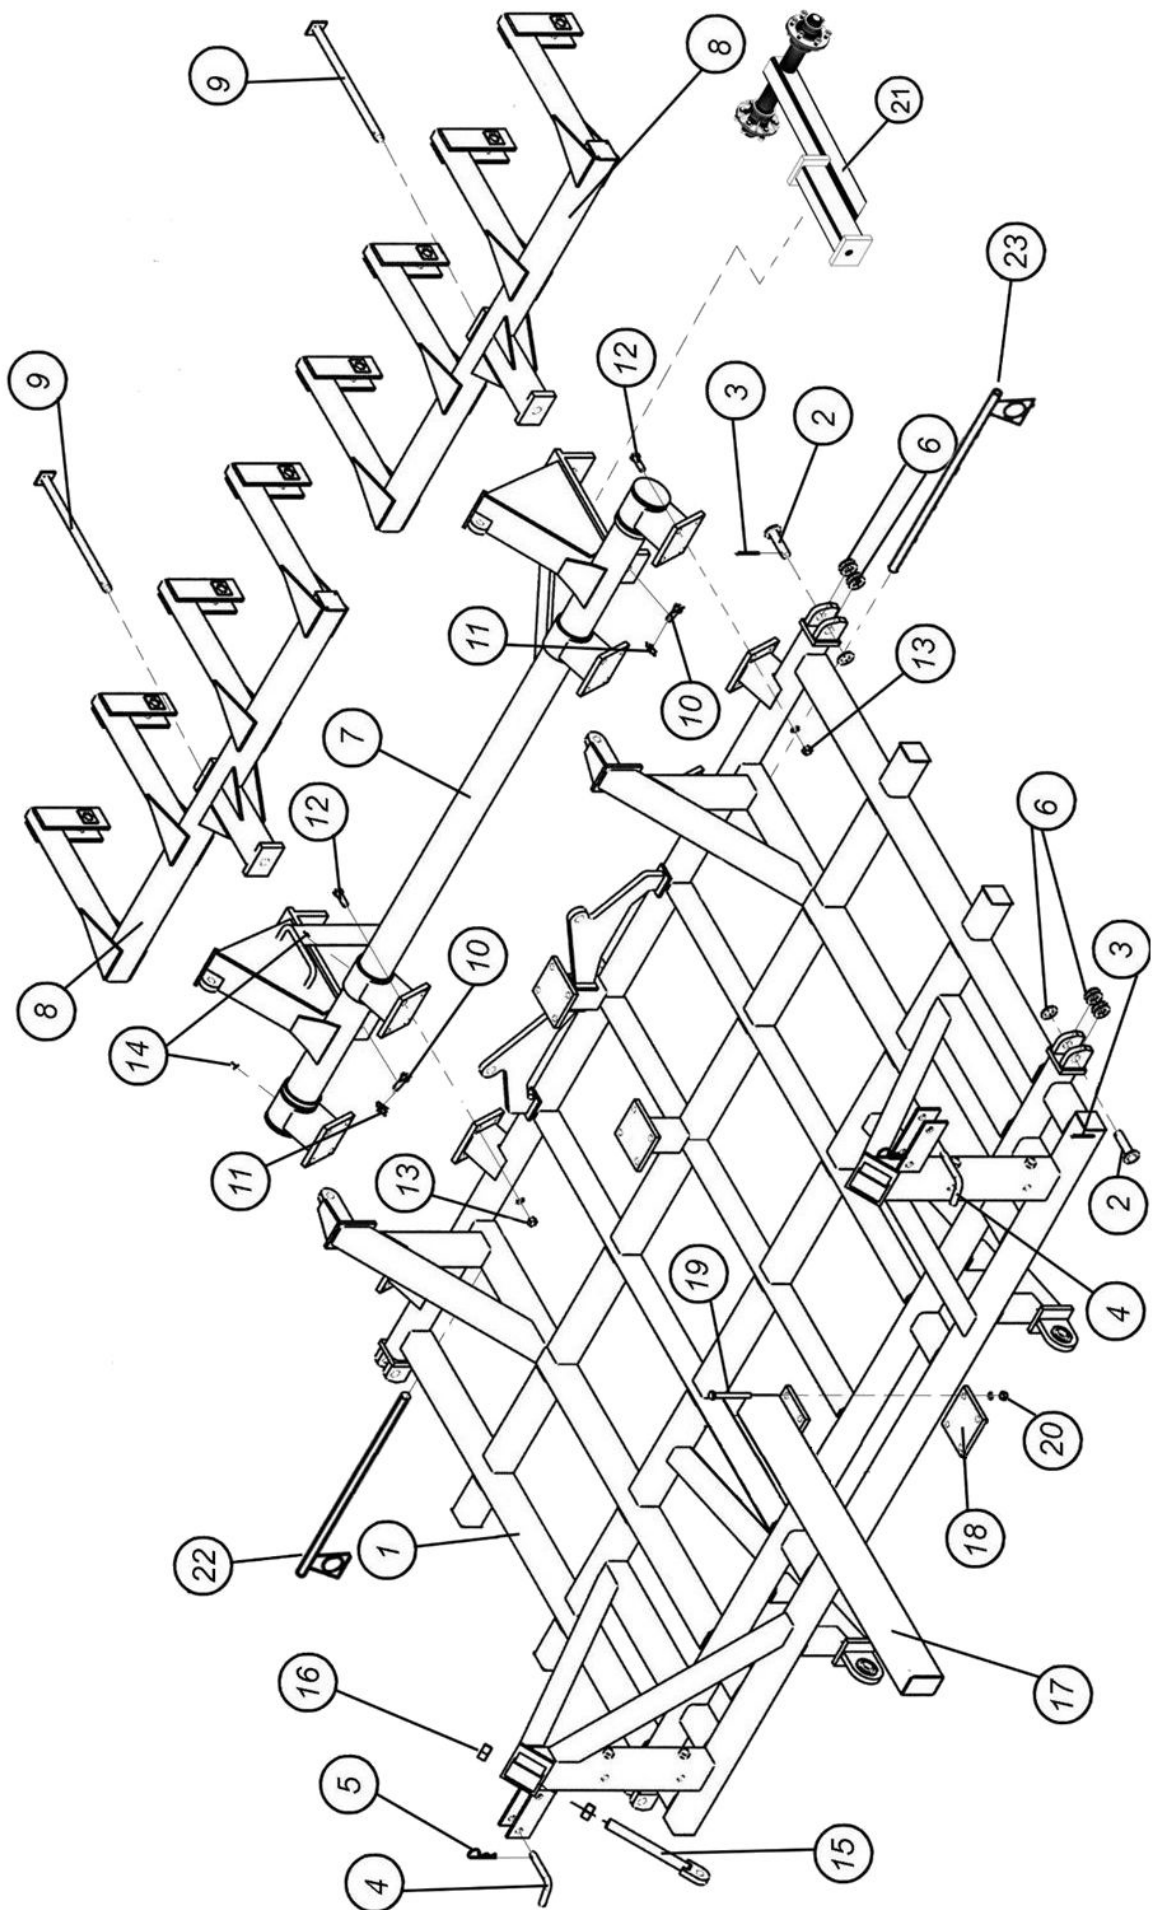

Рис. 7.1.1. Главная рама с узлом качающегося вала и подвеской прикатывающих колес
7.1.1.1. Главная рама, вставки, узел качающегося вала, катки для ПК с катками (рис. 7.1.1.1)